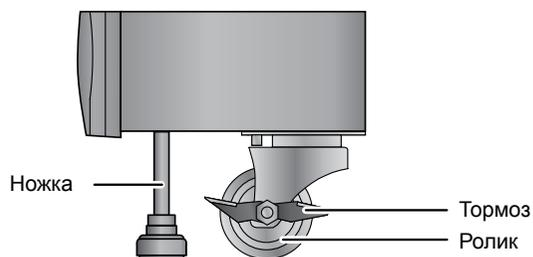

Рис. 5-1. Ролик, тормоз и регулируемая по высоте ножка
- После перемещения ИБП на место установки следует зафиксировать положение устройства тормозами (см. **рис. 5-1**), после чего повернуть четыре ножки по часовой стрелке для установки их в рабочее положение.